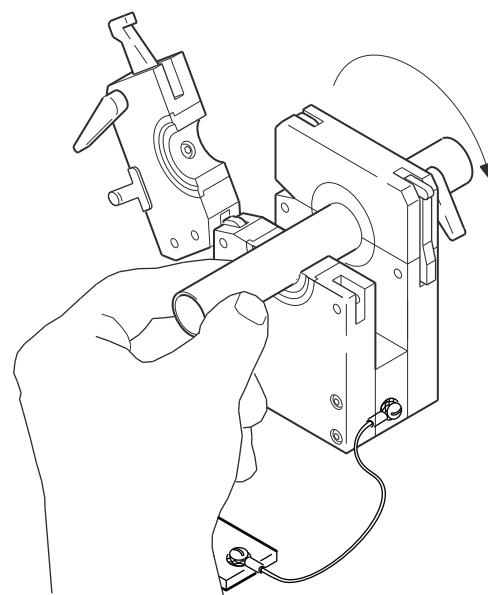

図 18 : チューブをセットする
5. 調節ができない方のサイド・プレートを閉じて固定します。図 18 をご参照ください。